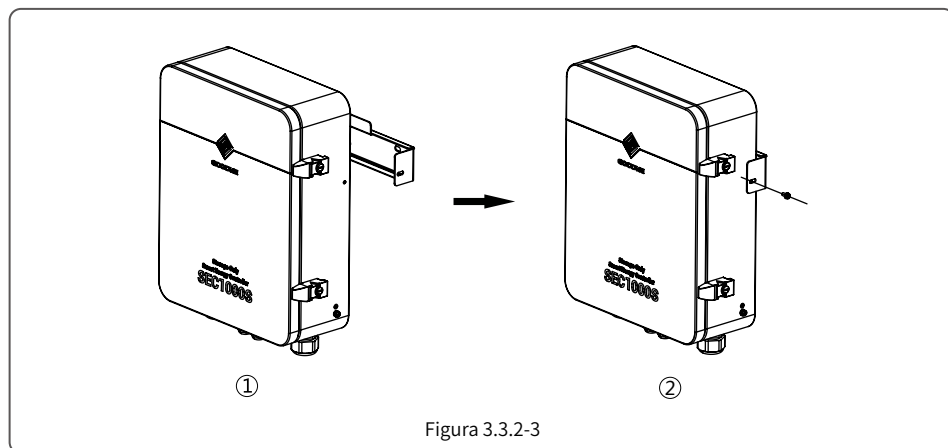

Figura 3.3.2-3
1. SEC1000S può essere posizionato orizzontalmente per lavorare, come mostrato nella Figura 3.3.2-4.